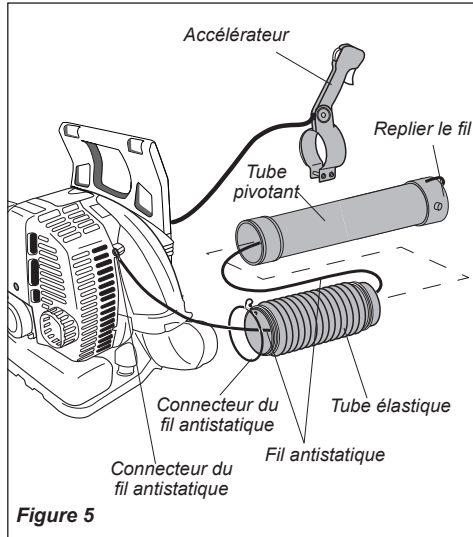

Figure 5
2. Retirer le fil antistatique de l'emballage et fixer le passe-câble sur la vis du couvercle de moteur droit. Voir Figure 5.
8. Replier l'extrémité du fil antistatique sur le raccord du tube pivotant. Voir Figure 5.